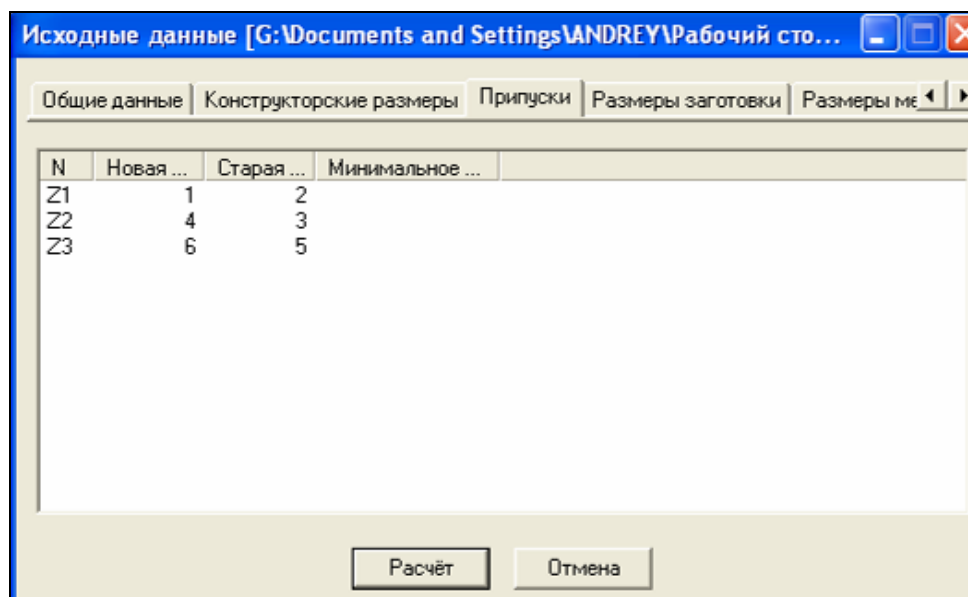

Рисунок 5 – Припуски
4.3 В закладке «Припуски» для ввода каждого припуска нажимаю правую кнопку мыши с указанием границ припусков с размерной схемы (рисунок 5).